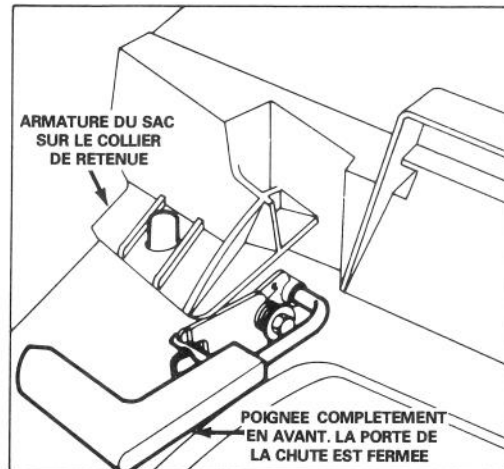

Figure 4
PAILLIS — En été, lorsque l'herbe pousse plus lentement et qu'elle est plus sèche, faites du paillis en fermant la porte de la chute (Fig. 4). Pour votre commodité et votre protection, laissez le sac à herbe sur la tondeuse.
6. VIDAGE DU SAC — Arrêtez le moteur et attendez que toutes les pièces en mouvement se soient arrêtées. Déplacez la poignée de commande de la porte de la chute vers l'avant pour engager la goupille de verrouillage dans le cran (Fig. 4). Saisissez les poignées situées devant et derrière le sac et enlevez le sac de la tondeuse. Inclinez graduellement le sac vers l'avant pour vider l'herbe coupée.